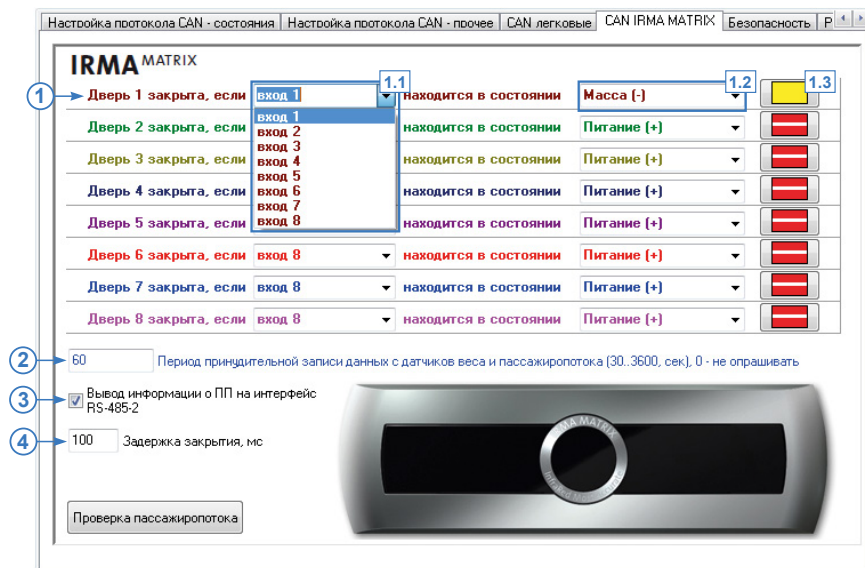

Рис.65. Вкладка «CAN IRMA MATRIX».
Перейдите на вкладку «CAN IRMA MATRIX» и включите опцию Подключение CAN IRMA MATRIX. Вам будет доступно меню настройки работы датчика (Рис.65).
- Для того чтобы прибор «АвтоГРАФ» определял открытие и закрытие двери транспортного средства при помощи концевиков, для настраиваемой двери (Рис.65, п.1) необходимо:
- выбрать вход прибора «АвтоГРАФ», к которому подключен датчик этой двери, либо выбрать состояние «ТС движется» – при такой настройке дверь считается закрытой всегда во время движения (Рис.65, п.1.1). Движение ТС определяется по скорости и ускорению, вычисленных контроллером «АвтоГРАФ»;
- если закрытие двери определяется по состоянию входа контроллера, то выбрать состояние этого входа, соответствующее закрытию двери (Рис.65, п.1.2). Контроль состояния двери транспортного средства позволяет фильтровать показания датчиков пассажиропотока, когда двери ТС закрыты;
- рекомендуется также настроить входы контроллера. Для быстрого перехода в меню настроек цифровых входов (вкладки «Входы 1-4» и «Входы 5-8») предусмотрены кнопки быстрого перехода (Рис.65, п.1.3).
- Период принудительной записи данных с датчиков веса и пассажиропотока (Рис.65, п.2).** Любое изменение состояния датчика фиксируется прибором и записывается в память. Если нет данных для записи, прибор через определенный период времени опрашивает датчик и делает принудительную запись. **Период принудительной записи данных с датчиков веса**
- **Опция «Вывод информации о ПП на интерфейс RS-485-2» (Рис.65, п.3)** разрешает передачу данных о пассажиропотоке внешнему устройству по интерфейсу RS-485-2. Если такое устройство отсутствует, необходимо отключить опцию.
- **Задержка закрытия, мс (Рис.65, п.4)** – интервал времени после закрытия дверей транспортного средства, по истечении которого контроллер «АвтоГРАФ» определит закрытие дверей и выключит систему IRMA MATRIX. Задержку необходимо задавать в миллисекундах. Данная задержка предназначена для корректной обработки закрытия двери в тех случаях, когда концевик срабатывает раньше, чем дверь была закрыта реально.